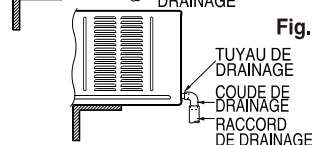

Fig. 2
3. Ou bien, connectez un coude de tuyauterie d'un diamètre interne de 9/16" au tuyau de drainage, et connectez ensuite un raccord de drainage d'un diamètre interne de 9/16" au coude de tuyauterie tel qu'il est illustré dans la Fig. 2.